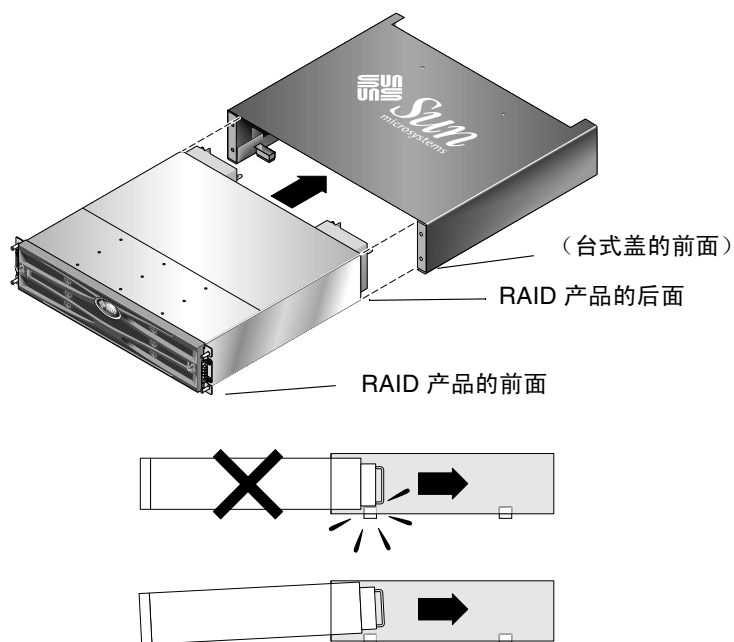

图 2-6 将机架滑入台式盖
5. 将阵列后部滑入台式盖的前端，直到阵列前端和台式盖前端对齐（请参见图 2-6）。